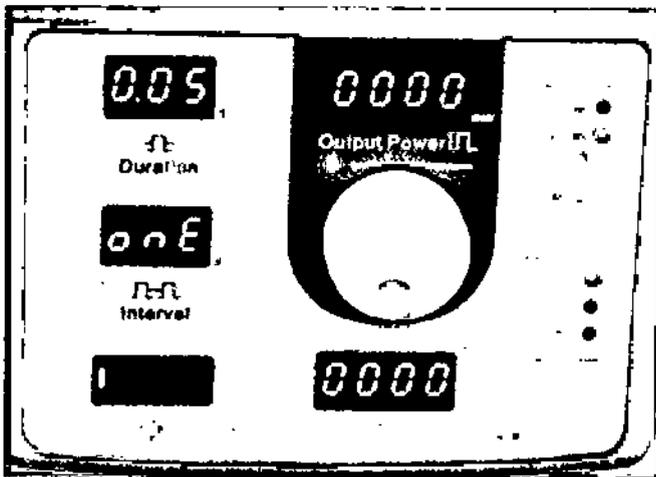

Figura 9. De energía inicial en las pantallas y los resultados
1. Gire el interruptor de alimentación del láser (asegúrese de que el interruptor de emergencia no se presiona) y verificar que las pantallas son los mismos que en la Figura 9. En el modo de espera no debería haber haz el objetivo y el Poder mostrar acero vatios. Sostenga el extremo de la fibra que deberían ir a la entrega lámpara de hendidura zoom unidad y no la viga del Objetivo es visible.